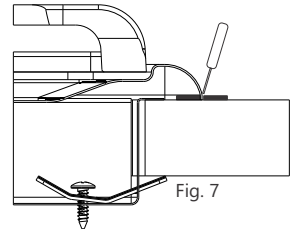

Fig. 7
- ✗ Colocar el cordón sellador (ver Fig. 7) sobre la mesada de manera que el mismo quede aproximadamente centrado con la marca de la plancha.